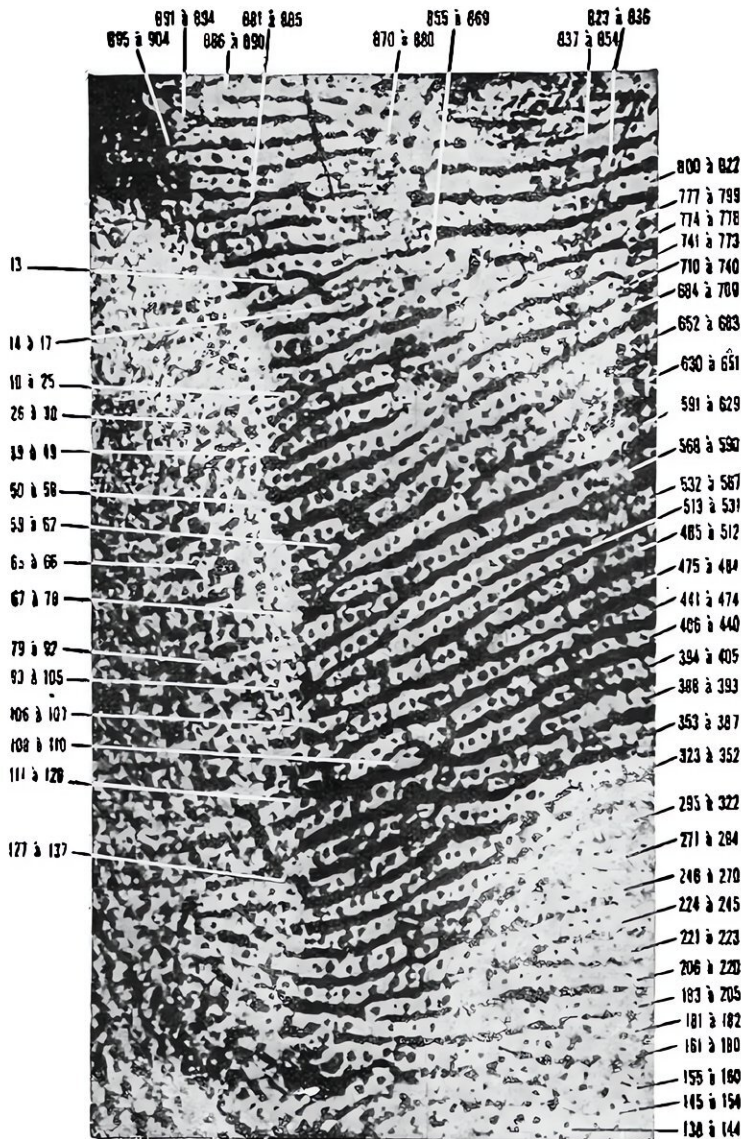

FIG. 4. — IDENTIFICATION D'UN MALFAITEUR PAR LES PORES DE LA PEAU (AGRANDISSEMENT MICROPHOTOGRAPHIQUE)
leurs dimensions très variables, identifier utilement des traces de deux ou trois millimètres carrés. Les figures 4 et 4 bis montrent une superbe empreinte de voleur sur un meuble en bois de rose, avec plusieurs centaines de pores parfaitement discernables.
*Empreinte relevée sur un meuble en bois de rose à la suite d'un vol avec effraction commis dans la région lyonnaise. Le coupable a été identifié non seulement par les repères habituels, mais par la comparaison des orifices sudoripares. Cette trace révélatrice avait été préalablement colorée au carbonate de plomb. (Voir, pour la comparaison de l'empreinte ci-dessus avec l'empreinte correspondante du doigt du malfaiteur prise après son arrestation, la figure 4 bis, à la page suivante).*
FIG. 4 bis. — IDENTIFICATION PAR LES PORES
*Le médus gauche du voleur, dont l'empreinte (fig. 4) avait été relevée sur le meuble en bois de rose. On discerne très exactement 904 pores sur l'une et l'autre figures.*